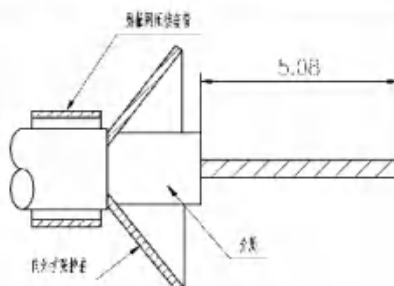

图 4.2-2
②按图 4.2-2 示将压接套向后滑动到电缆外套上, 将屏蔽层张开, 将电缆绝缘介质剥去。